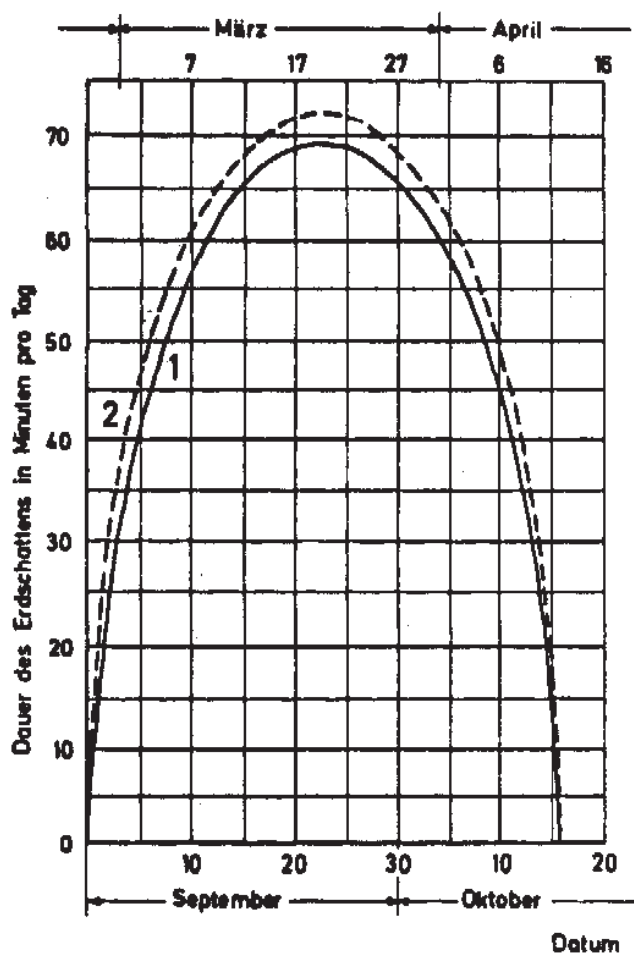

Bild 7
Warum steht Horizont soweit westlich, fragten wir uns, denn wenn er nur für inner-sowjetisches Fernsehen bestimmt ist, wie auf Anfrage von den Betreibern selbst erklärt wurde, so wäre es doch richtig, wenn er auch, wie einige andere Satelliten von ihnen, auf etwa 30 bis 50° Ost stehen würde, also über dem zu versorgenden Gebiet. Wollte man mit dieser westlichen Position evtl. auch Kuba erreichen? Oder Antennen nach USA haben? Inzwischen wissen wir es: es ist das physikalische Problem der Sonnenabschattung durch die Erde (Eklipse). Denn zweimal im Jahr haben geostationäre Satelliten eine Phase, in der sie von der Sonne durch die Erde abgeschattet sind. Diese Phase, die jeweils im September und im März (**Bild 7**) auftritt und insgesamt 22 Tage dauert, bewirkt, daß im Maximum dieses Zeitraumes für bis zu 72 Minuten kein Solarstrom zur Verfügung steht. Je weiter nun der Satellit gegenüber dem zu versorgenden Gebiet nach Westen verschoben ist, tritt diese Abschattung pro 15 Grad um je eine Stunde später nach Mitternacht ein, also in eine für TV uninteressante Zeit. Nun beobachteten wir im März die erwarteten Abschaltungen. Diese traten aber überraschenderweise nicht ein. Horizont sendet rund um die Uhr – Tag und Nacht. Es schien so, als bezögen die Russen ihren Strom aus der Steckdose. Neue Fragen. Akkus für den gesamten gewaltigen Strom und für die relativ kurze stromlose Zeit werden sie wohl kaum an Bord haben. Es bleibt die Vermutung, daß ein kleines Kernkraftwerk den Strom liefert. Auch in (4)